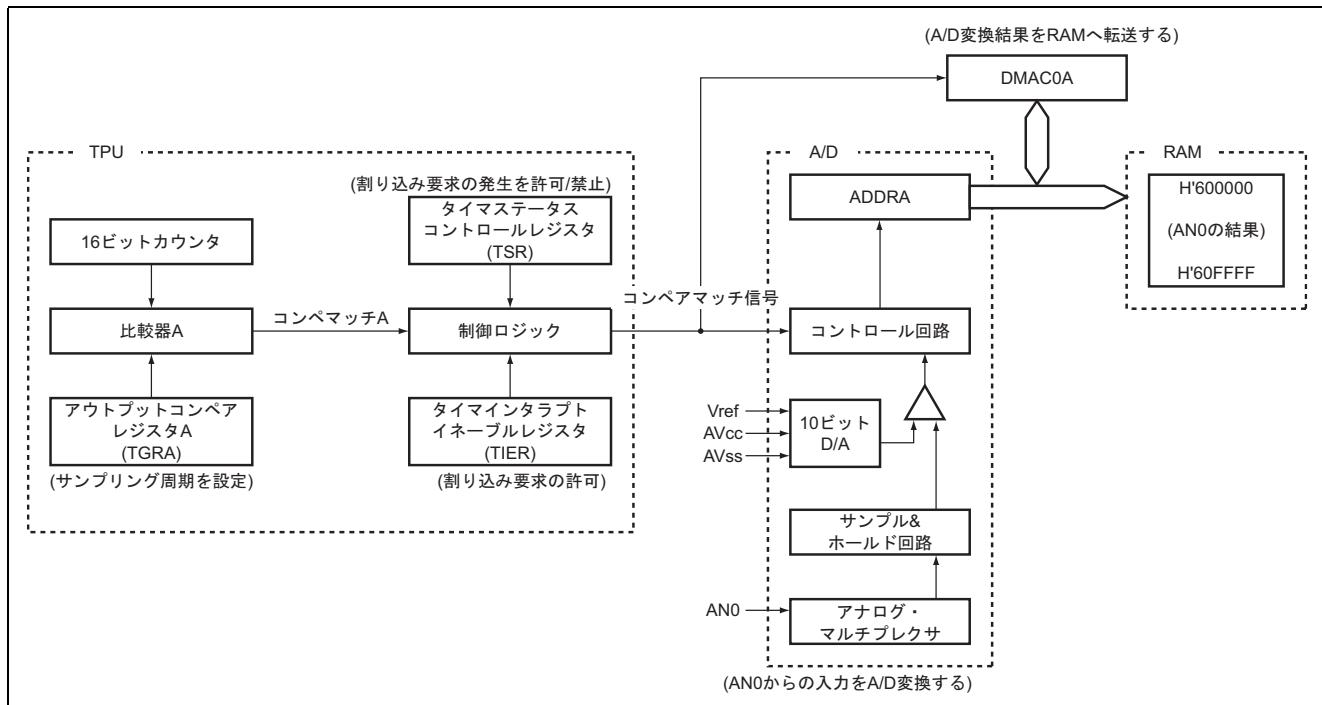

図 2 タイマトリガによる A / D 変換ブロック図
(1) 図 2 に本タスク例で使用する DMAC , A / D , TPU のブロック図を示します。